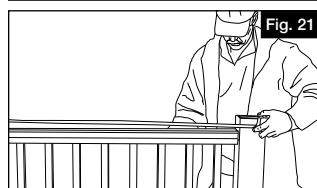
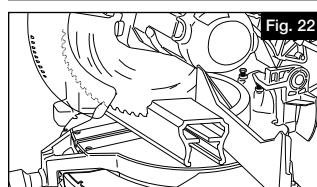

Fig. 21
Fig. 22
- Si nécessaire, une autre pièce de renforcement de main courante (N) peut être achetée séparément et installée (A) comme indiqué ci-dessous.
- Mesurez la longueur (Figure 21) et coupez la main courante (A) avec la pièce de renforcement (N) afin qu'ils correspondent (Figure 22).